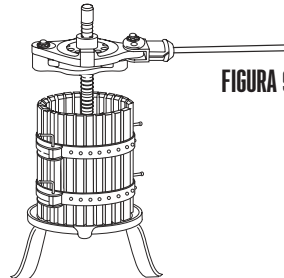

FIGURA 9
8. Coloque un recipiente debajo del pico para recoger el jugo a medida que se filtre desde la base (**FIGURA 9**).